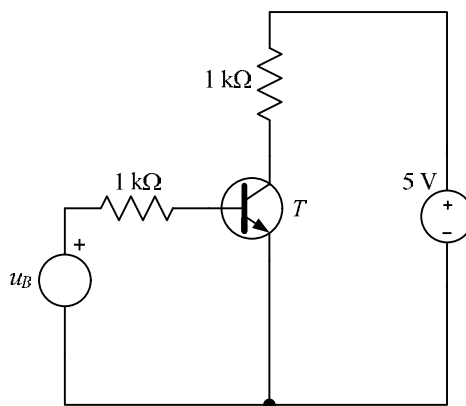

FIGURA 6.3. Medida de los tiempos de conmutación.
6.2.1 Realizar con la ayuda del programa de simulación MicroCap el esquema del circuito de la Figura 6.3, empleando el modelo 2N2222 para el transistor bipolar.